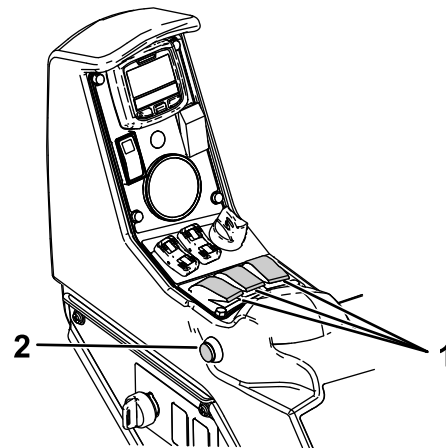

**Bild 9**
6. Stellen Sie den Hauptschalter in die EIN-Stellung (Bild 9 oder Bild 10).
7. Stellen Sie die Abschnittsschalter (zwischen den Sitzen) auf die EIN-Stellung (Bild 9 oder Bild 10).